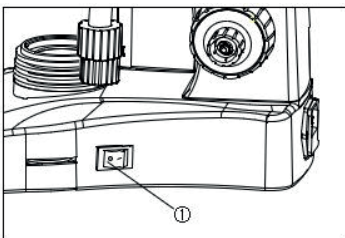

Fig.8
2.2.5 Raccordement du cordon d'alimentation (Fig.8, 9,10)
2.2.6 Remplacement du fusible (Fig.8 - 9 - 10)